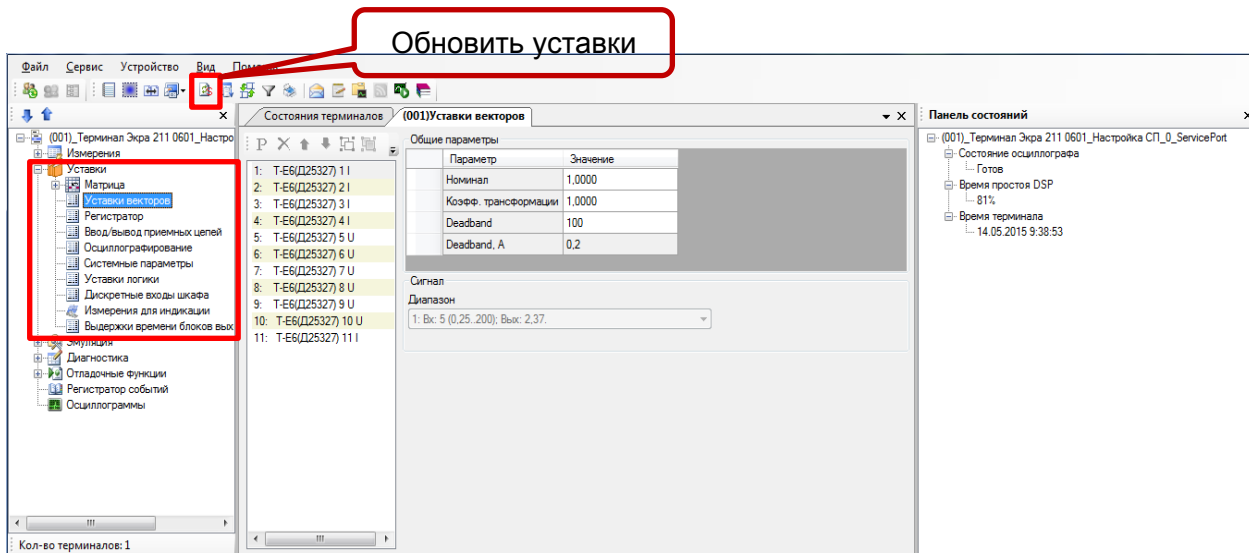

Рисунок 19 – Выбор команды **Обновить уставки**
6.2 В «дереве» проекта АРМ-релейщика выбрать раздел **Уставки** и открыть окно, дважды щёлкнув мышкой на любом пункте в «дереве» проекта (см. рисунок 19). На панели инструментов нажать на кнопку **Обновить уставки**  (см. рисунок 19).